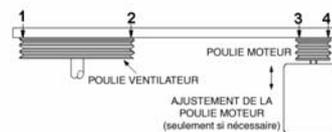

Figure 18 - Vérification de l'alignement des poulies (Vue de dessus)
8. Pour la vérification finale, aligner une règle droite d'une poulie à l'autre comme indiqué Figure 18. Il doit y avoir 4 points de contact. Ajuster la position de la poulie moteur si nécessaire.